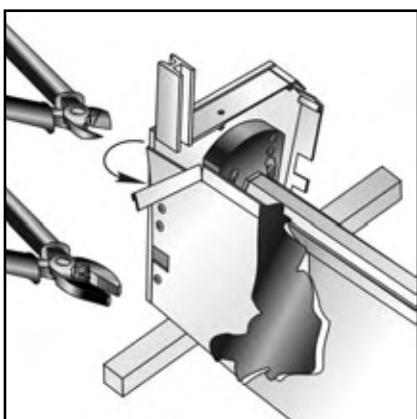

рис. 11
- 4.2.8.** Вырезать отбортовку задней панели короба в местах прилегания направляющих шин (рис.11).